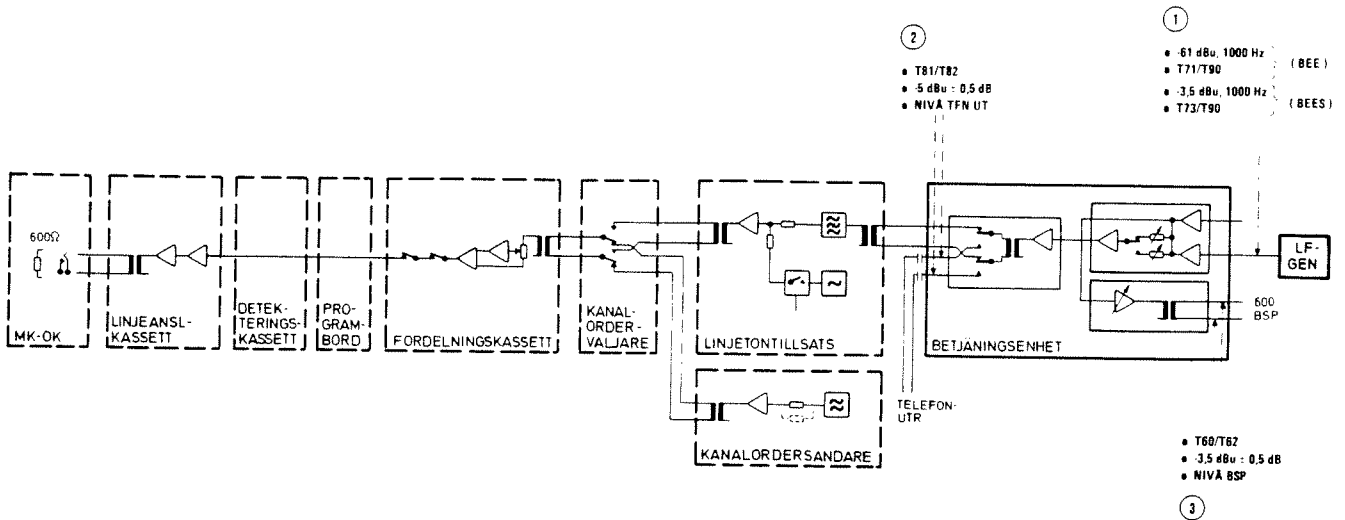

Bild 2
- Om betjäningsenhet F4602-000447 (BEE) används, anslut LF-generatorn till mätuttagen T71 (DYN MIK IN) och T90L, pos 1 bild 2, på betjäningsenheten.